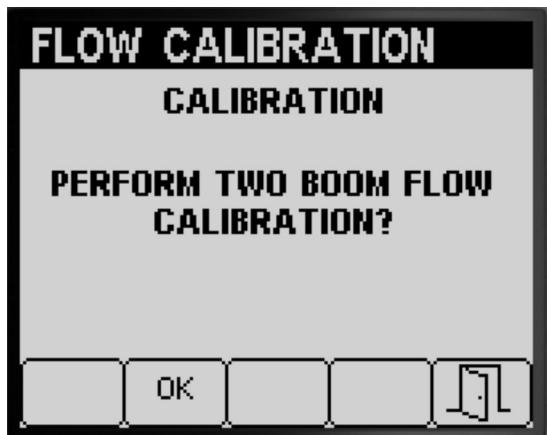

Рисунок 58
калибровку двух секций (Рисунок 58); выполните одно из следующих действий:
- Если вам не нужно выполнять калибровку двух секций опрыскивателя, нажмите кнопку 5 для возврата на экран Calibrate (Калибровка) (Рисунок 58).